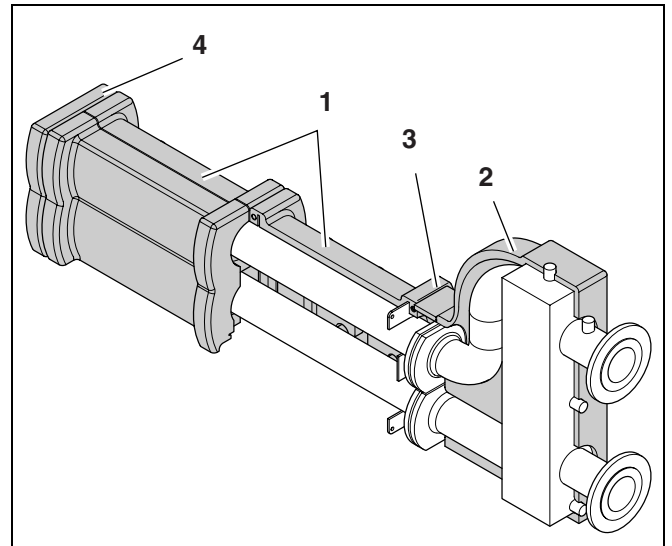

Fig. 9 Samlerøret
- Montér de bageste skåle over samlerøret (fig. 9, pos. 1).
- Montér den bageste del af skålen om den åbne fordeler (fig. 9, pos. 2).
- Skær eventuelt skålen til ved behov (fig. 9, pos. 3).
- Montér den forreste isolerings-skål til den åbne fordeler. Skær eventuelt skålen til ved behov (fig. 9, pos. 3).
- Montér slutkappen på samlerøret (fig. 9, pos. 4).